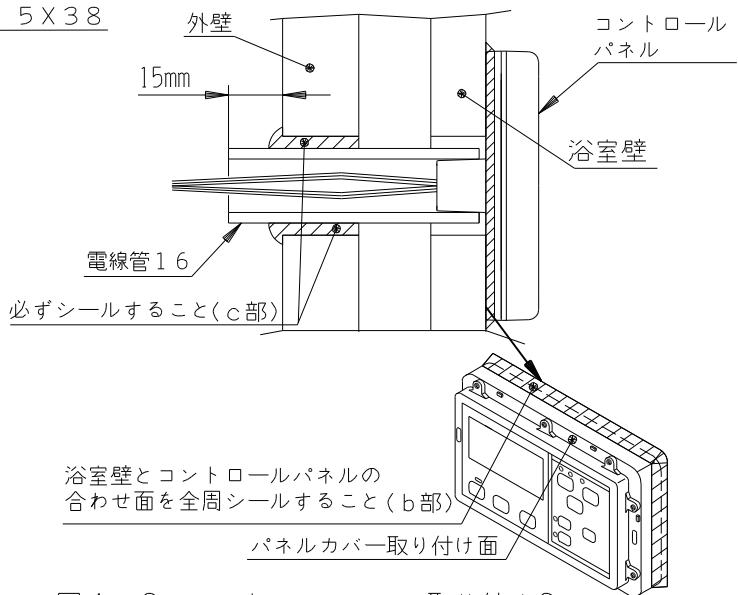

図4-2 コントロールパネル取り付け2
(図4-2のb部参照)
- ⑥ パネルカバーをもとどおりに取り付ける。
- ⑦ 外壁の穴と電線管16の隙間をシリコン接着シール材でシールする。（図4-2のc部参照）
- ⑧ コントロールパネルの裏側に通っている電線管16が通るようにカバー取付板を壁に固定する。